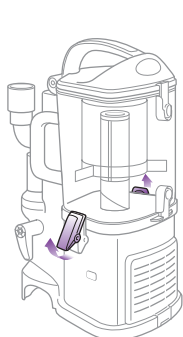

Fig. 18
- 1 Défaire les taquets sur les côtés du récipient à poussière en les soulevant vers le haut et l'extérieur pour retirer le récipient à poussière de la base du moteur. (Fig. 18)